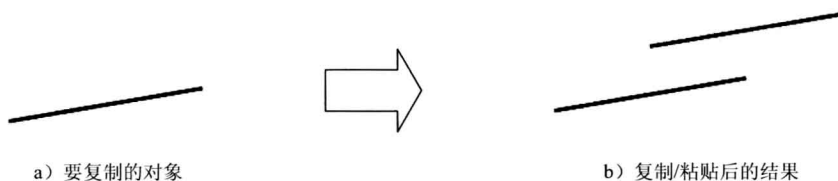

图 2.9.10 对象的复制/粘贴
Step 2 先选择下拉菜单 **编辑(E)** → **复制(C)** 命令，然后选择下拉菜单 **编辑(E)** → **粘贴(P)** 命令，则图形区出现图 2.9.10 所示的对象。